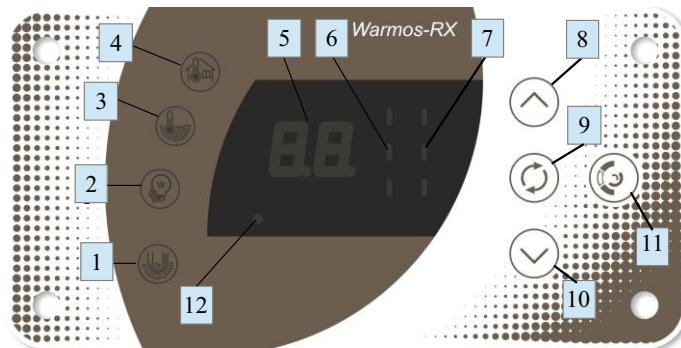

Рисунок 3. Панель индикации и управления
патрубок (7) со внутренней резьбой G1½. Желаемая температура на выходе, контролируемая датчиком (8), а также лимит потребления электроэнергии устанавливаются на панели управления и индикации (см. рис.3). Избыточное давление в теплообменной емкости должно находиться в пределах от 0,05 МПа (при меньшем давлении работа циркуляционного насоса становится неустойчивой), до 0,29 МПа. Оно контролируется датчиком давления (9). Независимая от микроконтроллера и охлаждаемых полупроводниковых элементов защита представлена самовозвратным термовыключателем (10), включенным в цепь катушки контактора (11), через основные контакты которого проходят токи питания ТЭНов (через силовую плату (12), осуществляющую непосредственную подачу напряжения на ТЭНЫ.) Полупроводниковые элементы на силовых платах охлаждаются теплоносителем при прохождении через трубопровод (4). Установочная панель (13) закреплена на кронштейнах задней панели. На установочной панели также расположены: плата центральная (14), которая управляет всеми элементами системы, исполняет алгоритмы управления мощностью котла и содержит в энергонезависимой памяти необходимые настройки работы котла; плата коммутатора фаз (15), которая анализирует качество входного напряжения, обменивается информацией с центральной платой, управляет включением контактора и насоса, формирует низкое напряжение для питания других узлов системы управления; винтовые кабельные зажимы (16), через которые производится подключение фазных и нейтрального проводов; болтовой зажим (ЗБС) (17) для присоединения защитного провода РЕ. Для измерения температуры воздуха используется датчик(18), входящий в комплект поставки.